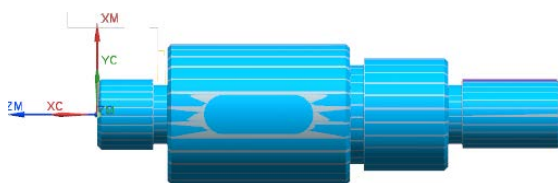

图 9.43 3D 仿真结果
Step3. 在“刀轨可视化”对话框中单击 3D 动态 选项卡, 采用系统默认参数设置值, 调整动画速度后单击“播放”按钮, 即可观察到 3D 动态仿真加工, 加工后结果如图 9.43 所示。